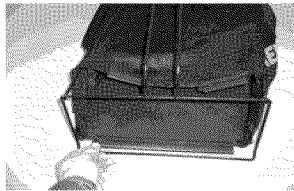

Figura 11 - Inserte en el bastidor de alambre
1. Inserte el bastidor de alambre en la bolsa de tela (vea la figura 11). Asegúrese que el asa del bastidor de alambre esté arriba y que la orientación de la bolsa muestre el logotipo Remington mirando hacia arriba.